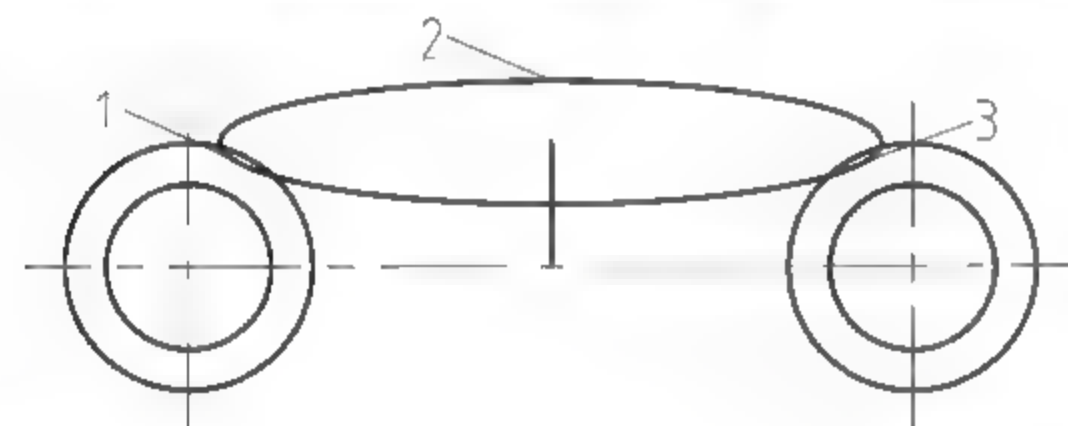

图3-87 修剪图形
**05** 单击【修改】面板中的【修剪】按钮, 启用命令后再按空格键或者Enter键, 然后依次选取外侧要删除的3段椭圆弧, 最终剩下所需要的一段椭圆弧, 如图3-87所示。